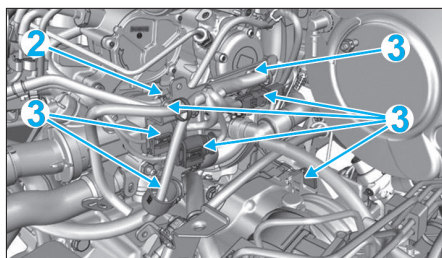

Fig. 43
- les canalisations de carburant en (2) (Fig.43),
- les faisceaux électriques en (3).